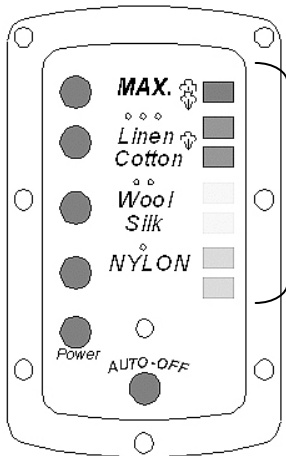

Fig. 5
4. La luz en el lado derecho de la pantalla de control LED dejará de destallar cuando la plancha llegue a la temperatura deseada. (Fig. 5)